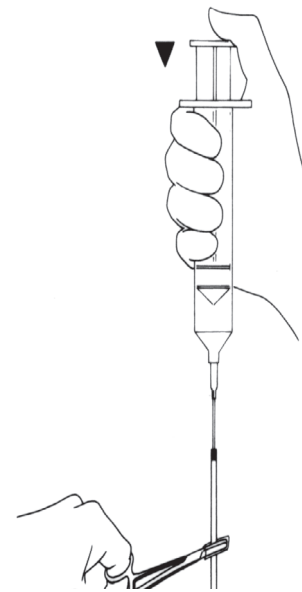

Figura 4-4b. Inserte la aguja en el tubo
6. Llene el manguito con la solución de llenado recomendada, de 1 a 5 cc, dependiendo del tamaño del manguito. (**Figura 4-4b**)